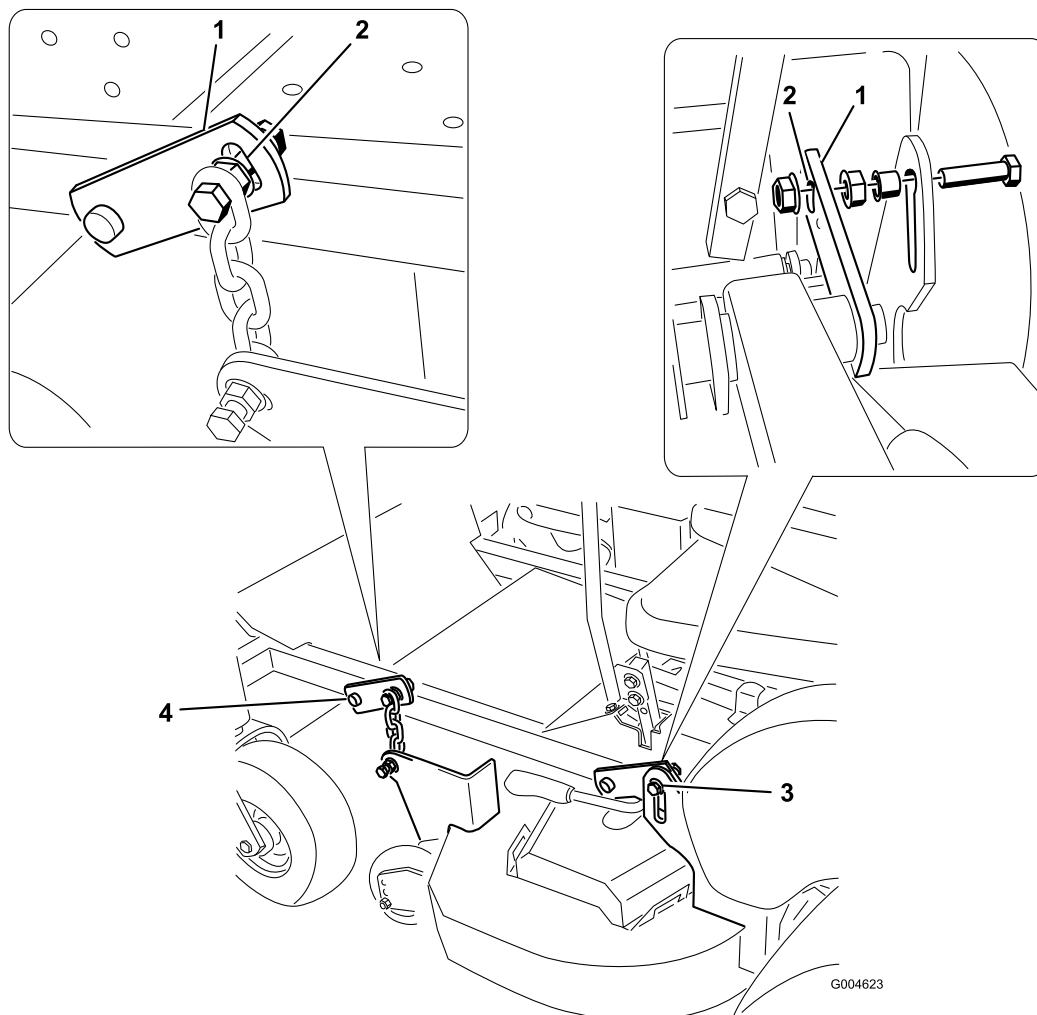

Figura 52
7. Afloje los pernos que conectan las dos cadenas y los dos soportes traseros al cortacésped (Figura 52).
8. Ajuste los dos pernos traseros hasta que estén en el centro de la ranura del soporte de pivote (Figura 52).
10. Ajuste el perno delantero en el lado de la descarga hasta que esté en el centro de la ranura del soporte de pivote (Figura 52).